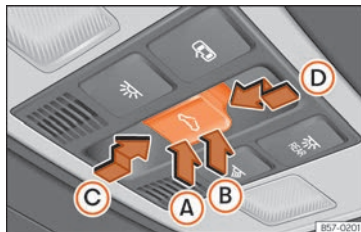

Fig. 128 Dans le ciel de pavillon : touche du toit ouvrant.
La touche fig. 128 présente deux niveaux. Le premier niveau permet de situer le toit en position déflectrice, d'ouvrir ou fermer entièrement ou partiellement le toit ouvrant.
- *Toit ouvrant* : avant que ne s'écoulent environ 5 secondes à partir de l'activation du dispositif anti-pincement, appuyez sur la touche ⇐ » » fig. 128 jusqu'au second niveau dans le sens de la flèche » » fig. 128 (D) jusqu'à ce que le toit se ferme complètement.